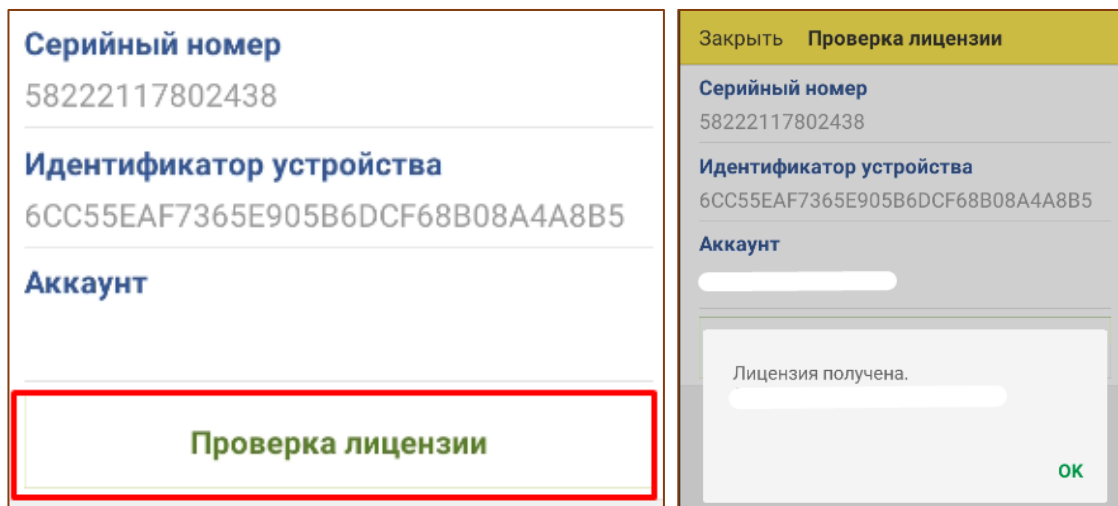

Рис. 5.21 - Проверка лицензии
3. Нажать кнопку «Проверка лицензии». Появится уведомление «Лицензия получена» (Рис. 5.21);